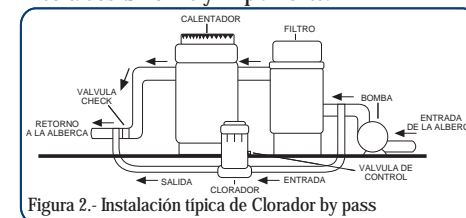

Figura 2.- Instalación típica de Clorador by pass
- La conexión de entrada debe de ubicarse en la tubería, después de la bomba y antes del filtro. Ver Figura 2.